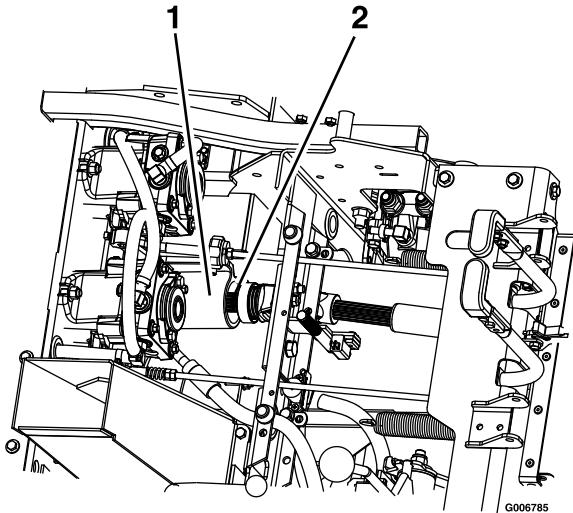

Figure 73
9. Déverrouillez le siège et séparez l'arbre d'entraînement de l'arbre intermédiaire avec l'accouplement rapide (Figure 73). Voir Déverrouillage du siège (page 22).
5. Posez l'arbre d'entraînement sur l'arbre intermédiaire (Figure 73).